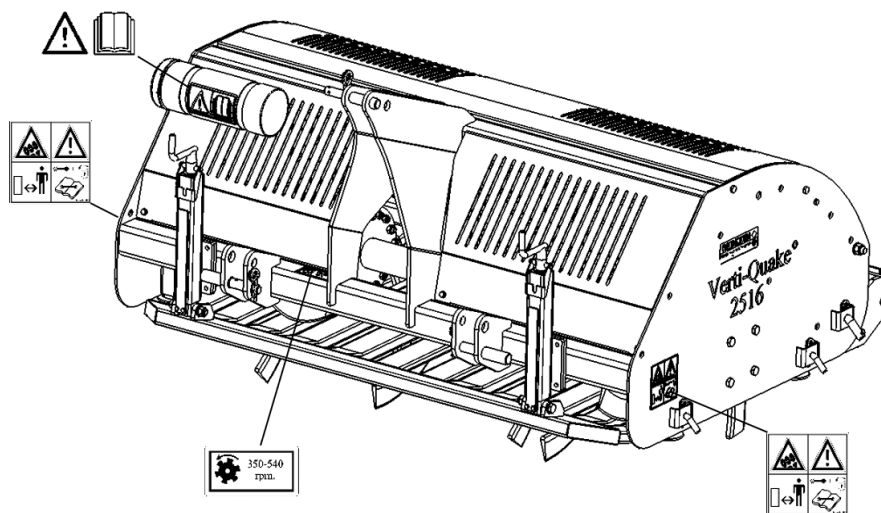

Fig. 6
Controllare sempre prima della partenza se vi è una visibilità sufficiente sia in vicinanza che a distanza. Sui due lati della Verti-Quake® è stata affissa, sul bordo laterale, un'etichetta adesiva (Fig. 6) il cui contenuto corrisponde a quanto in precedenza menzionato. La targhetta deve rimanere sempre ben in vista e leggibile e andrà sostituita immediatamente in caso di danneggiamento.
(7) Ubicazione delle targhette autoadesive di sicurezza. (Fig 6.)